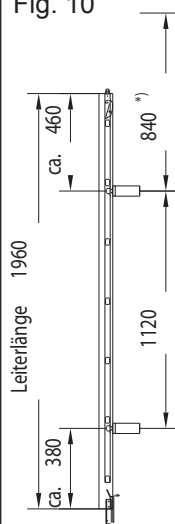

Fig. 11
Peso: lunghezza 1.680 mm: 6 kg (fig. 11)
- lunghezza 1680 mm (fig. 11)